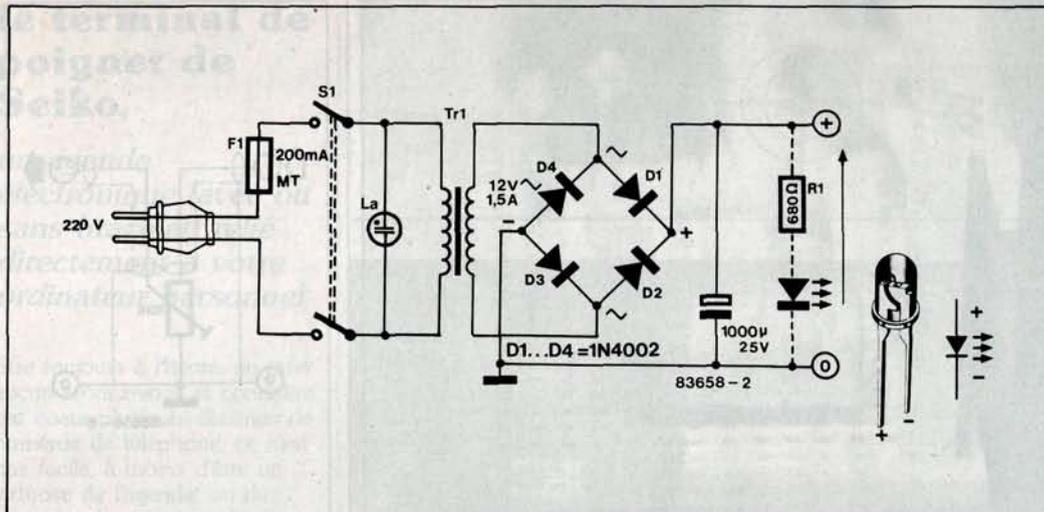

Figure 3 - Alimentation de secteur très simple à construire. Elle est nécessaire si on utilise l'amplificateur d'une façon autonome.
En électronique, on trouve souvent une diode en parallèle sur les bobines. Ce sont des diodes de protection ou diodes d'étouffement. Elles sont absolument nécessaires chaque fois que l'on commande un relais (Re) (qui est n'est rien de plus qu'une bobine qui commande un contact) à l'aide d'un transistor (T) comme le montre la **figure 3**,
**Figure 3 - Le transistor de commande T doit être protégé de la haute tension qui apparaît aux bornes de la bobine du relais. Pour ce faire, une diode de protection doit être montée en parallèle sur la bobine.**
La consommation de courant est de 0,5 A (ampères) à pleine puissance (6 W sous 4 Ω) lorsqu'un signal sinusoïdal de 1 kHz est appliqué à l'entrée et que la tension d'alimentation est de 18 V. Elle est de 1 A avec une puissance de 10 W (qui correspond à un haut-parleur d'une impédance de 2 Ω). L'alimentation de cet amplificateur ne pose réellement aucun problème si on l'utilise comme ampli de sortie du poste de radio d'une voiture. Désormais, la tension de bord est de 12 V sur tous les véhicules. L'emploi autonome de cet amplificateur n'est pas concevable sans une alimentation par le secteur (figure 3), très simple d'ailleurs.